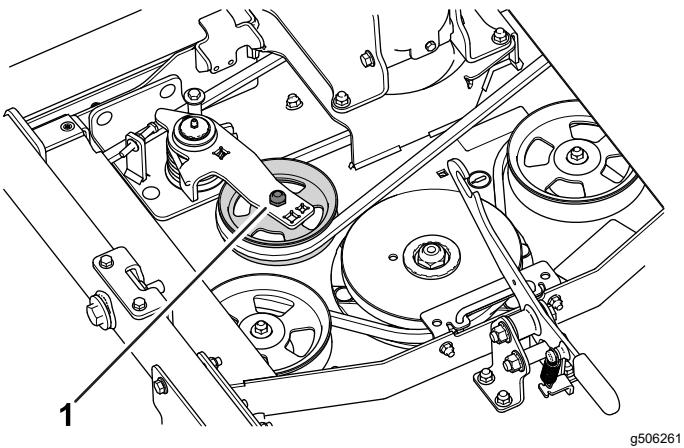

Рисунок 7
7. Установите приводной ремень на натяжной ролик(Рисунок 7).